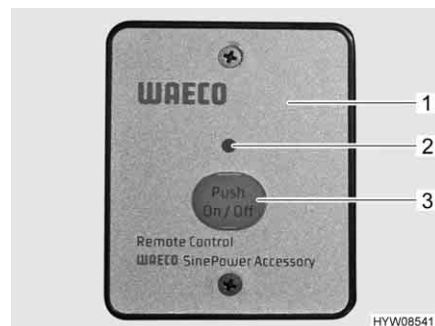

Fig. 86 Interruttore esterno (invertitore)
L'interruttore esterno (Fig. 86,1) è installato sopra la porta di ingresso.
- Premere il tasto "On/Off" (Fig. 86,3). Il LED (Fig. 86,2) si accende.
- Premere il tasto "On/Off" (Fig. 86,3). Il LED (Fig. 86,2) si spegne.